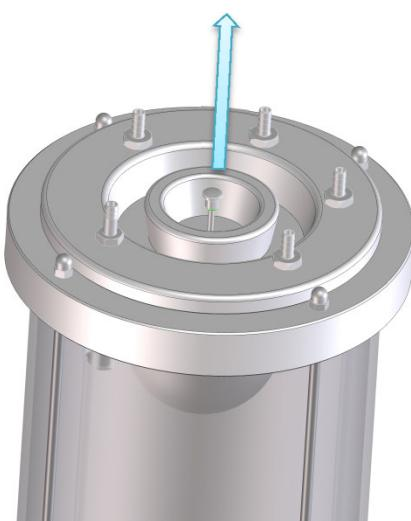

Fig.7
IMPORTANTE: se durante l'uso dell'ENOLMASTER viene spento il motore, prima di riaccenderlo è assolutamente necessario sollevare il pomolo "S" del vaso (fig. 7) fino ad annullare il vuoto. La stessa operazione va eseguita per togliere il coperchio dal vaso.
12. Per svuotare il vaso di recupero senza toglierlo dalla sua sede, è necessario spegnere il motore, tenere sollevato il pomolo del galleggiante (fig. 7) fino ad annullare il vuoto; sollevare il coperchio ed aprire l'apposito rubinetto di scarico.